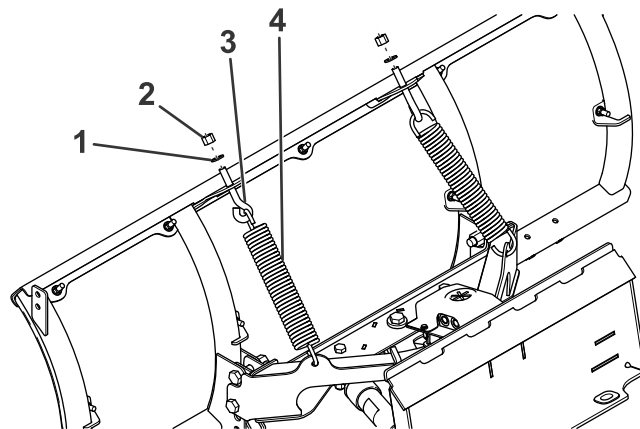

Figure 5
4. Accrochez les 2 ressorts de déclenchement dans les trous sur le cadre de poussée (Figure 5).
5. Accrochez l'autre côté des ressorts de déclenchement aux 2 boulons à œil (Figure 5).
6. Insérez l'extrémité fileté des boulons à œil dans les trous sur la lame chasse-neige et fixez-les avec 2 rondelles (1/2 po) et 2 contre-écrous en nylon (Figure 5).